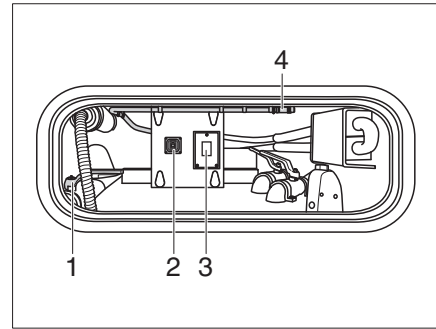

Fig. 358 Rincer la cassette des toilettes avec broyeur (vue dans le compartiment de rangement)
- Ouvrir le robinet de vidange (Fig. 358,1).
- Appuyer sur l'interrupteur (Fig. 358,3).
- Actionner l'interrupteur (Fig. 358,2) pour la pompe de vidange.
- Décrocher le tuyau de nettoyage du réservoir (Fig. 358,4) dans le compartiment de rangement et le brancher à un raccord d'eau.
- Après le rinçage, détacher le raccord d'eau et ranger le tuyau de nettoyage du réservoir (Fig. 358,4).
- Fermer le robinet de vidange (Fig. 358,1).